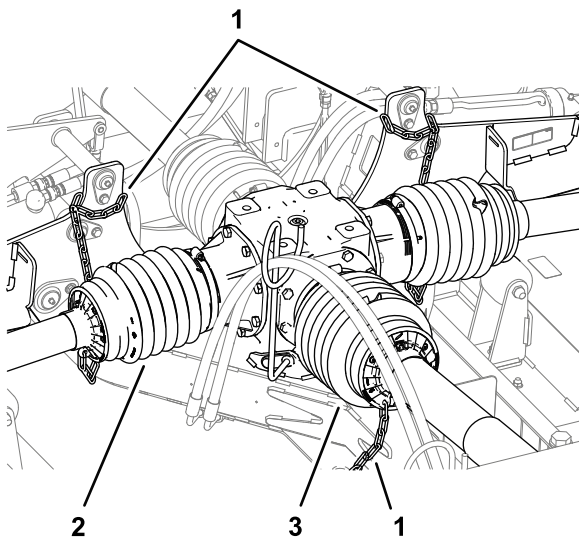
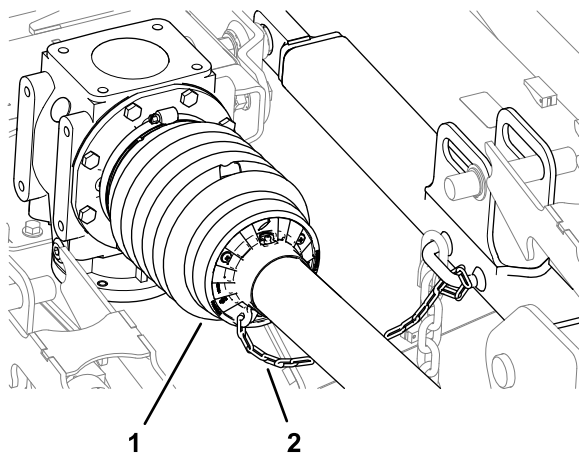

Figure 14
Figure 15
6. Vérifiez que la chaîne de retenue est bien reliée au capot arrière d'arbre de PDF, aux capots d'arbre d'entraînement et au châssis de la tondeuse (Figure 14 et Figure 15).